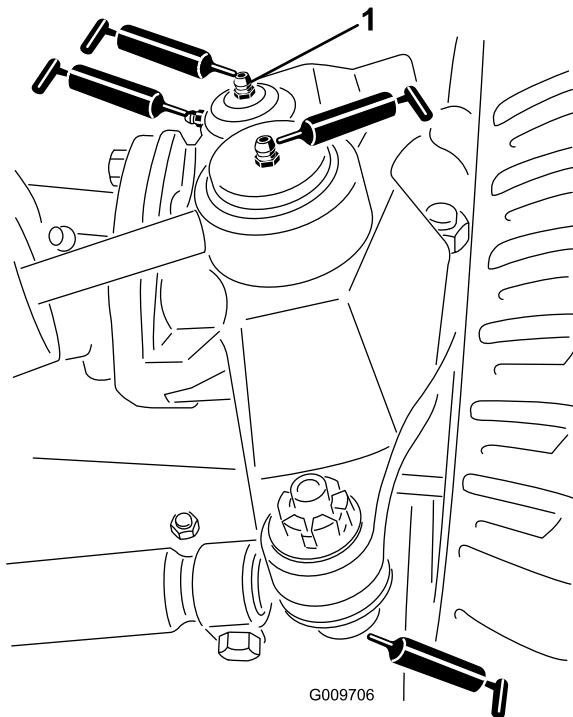

Figura 48
- Rótulas do cilindro de direção (2) (Figura 48)
- Rótulas esféricas da barra de ligação (2) (Figura 48)
- Buchas do pino principal (2) (Figura 48). **O bocal superior do pino principal apenas deverá ser lubrificado uma vez por ano (2 bombas).**